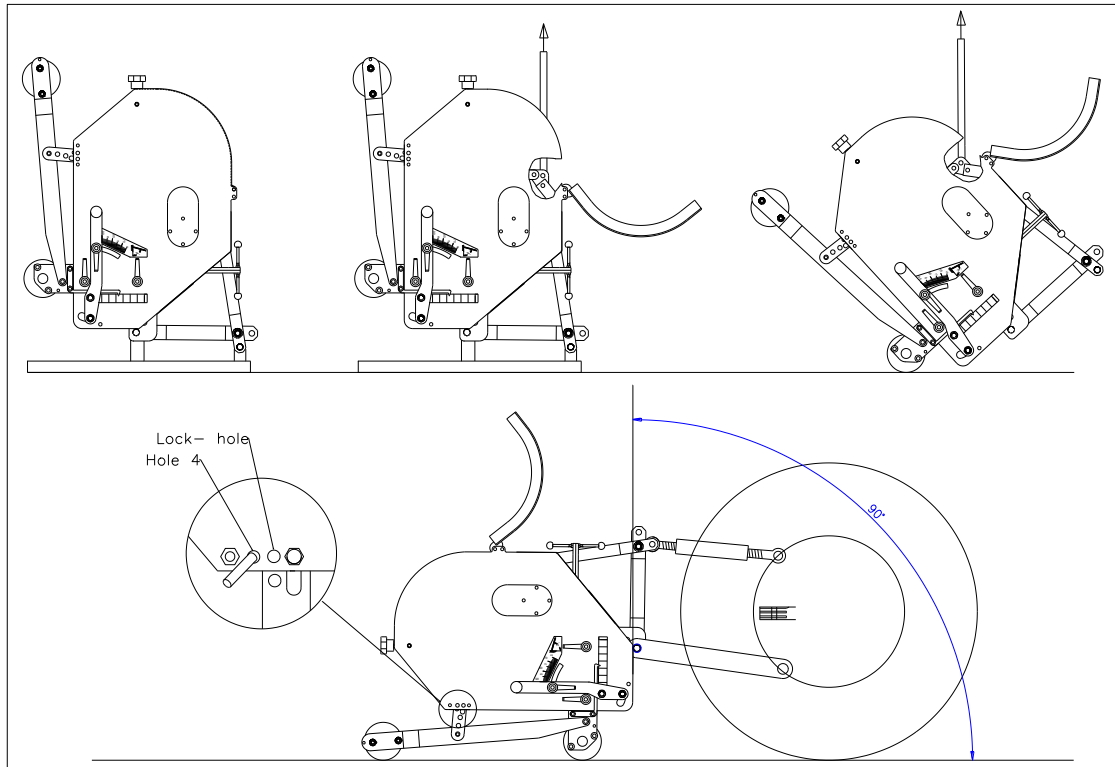

Fig. 1
La macchina è in posizione verticale sopra il pallet. Per rimuovere il pallet e mettere la macchina in posizione orizzontale sul terreno, procedere come indicato (fig. 1):
@ Su 90 gradi vanno i perni soltanto perpendicolari nel terreno se la macchina è installata correttamente vedere fig. 1. Se questa non è corretta si può generare una forza F, vedere fig. 5, che danneggia la macchina.
- @ Se la VERTI-DRAIN non è montata correttamente dietro la trattrice, vedere fig.1, i diversi angoli della presa di forza possono provocare vibrazioni nella linea di trasmissione della macchina. Queste vibrazioni possono danneggiare la macchina e i buchi nel terreno.